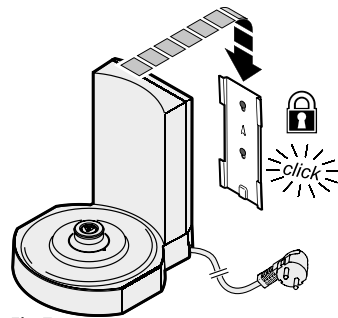

Fig.7
- Vægophænget sættes ind over monteringspladen og skubbes nedad, til der høres et "klik" (Fig. 7). **Bemærk:** Vægophænget er kun beregnet til denne kedel inkl. vand. Yderligere vægt må ikke tilføjes.